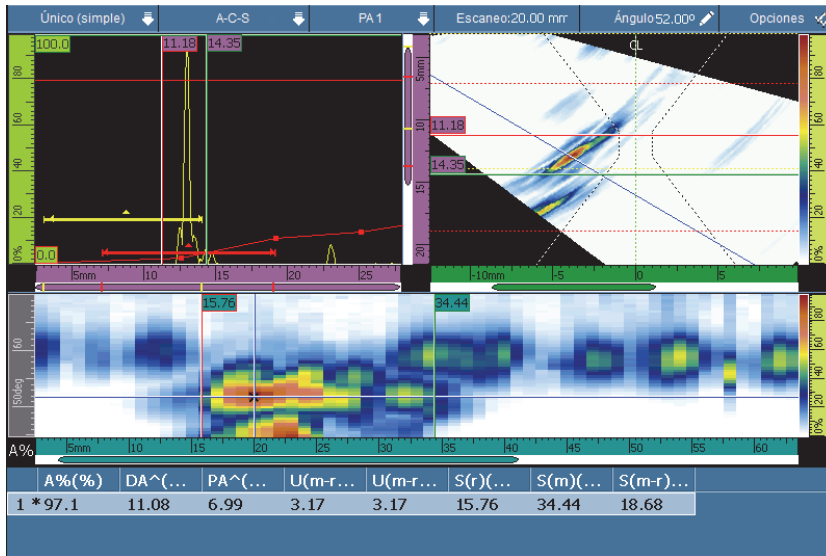

Figura 6-11 Ejemplo de una tabla de defectos
1. En el menú de la zona de título, seleccione **Opciones > Tabla de defectos** para visualizar una tabla de defectos en la parte inferior de la pantalla. Véase la Figura 6-11 en la página 186.